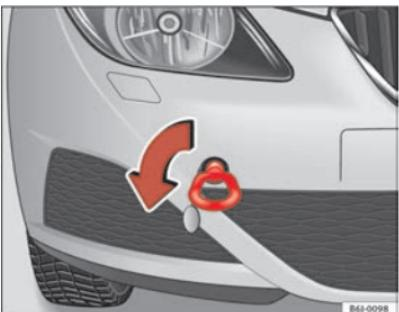

Fig. 155 Atornillado de la argolla de remolque en la parte delantera del vehículo
- Atornille la argolla hasta el tope hacia la *izquierda*, en el sentido que indica la flecha ⇒ página 245, fig. 155. ■